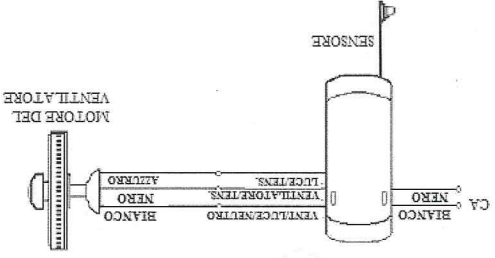
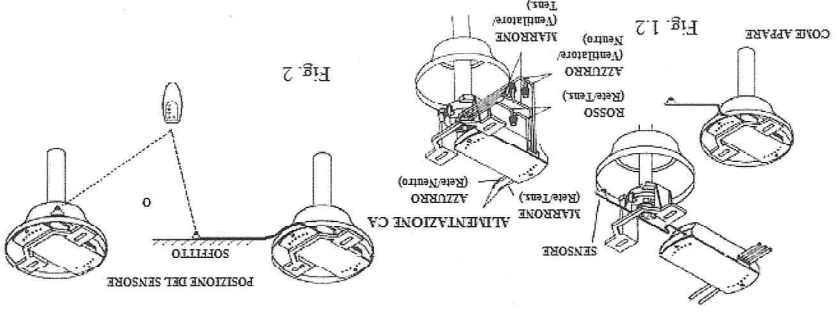

Fig. 1.1
Fig. 2
3. Collegare i fili come indicato nelle figure 1.1 e 1.2. Il sensore deve spuntare dalla calotta. La posizione dipende dalle condizioni di ricezione (Fig. 2).